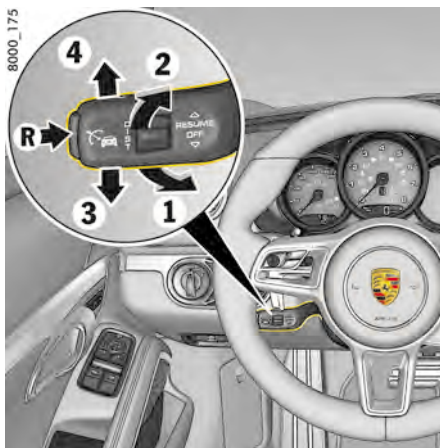

図2: アダプティブクルーズコントロール (ACC) レバー
1. ステアリングホイールのレバーを前方(図.2、1)に押ししてください。現在の走行速度は希望の速度として保存され、自動的に維持され(約30~210km/hの制御範囲内)、ステータスディスプレイ **B** が橙色になります。速度制御範囲のバーグラフの下部に表示されている赤色の▲マーク **G** が、現在の速度を示しています。
- ▷ ステアリングコラムのレバーを前方(図.2、1の位置)に短く押ししてください。希望の速度が段階的に増加します1km/h単位で。
- ▷ ステアリングコラムのレバーを手前(図.2、2の位置)に短く引いてください。速度が1km/h単位で下がります。